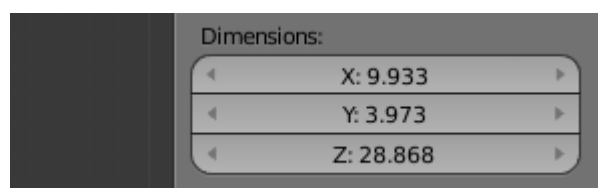

Figura 5.93
**21.** Recorrendo à caixa Dimensions do painel Transform da tabela de propriedades, dê ao cubo a dimensão de 28.8683 UB segundo zz, figura 5.93.